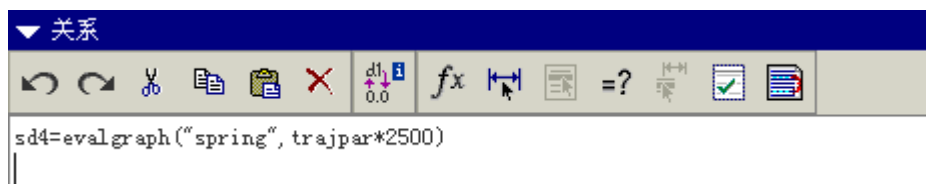

图 44-9
(6) 在关系窗口中输入关系式“sd4=evalgraph(“spring”,trajpar*2500)”，如图 44-9 所示。